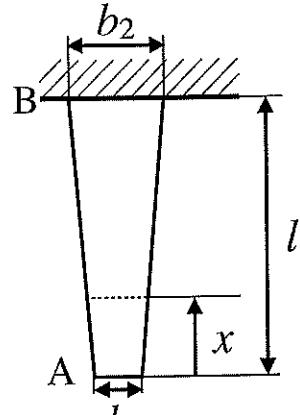

図1
1. 図1のように、長さ l 、下端Aの幅 b_1 、上端Bの幅 b_2 の台形状の厚さ h_0 の板が、上端Bで剛な天井に固定されている。この板のヤング率は E 、密度は ρ である。重力加速度を g として以下の問い合わせに答えよ。